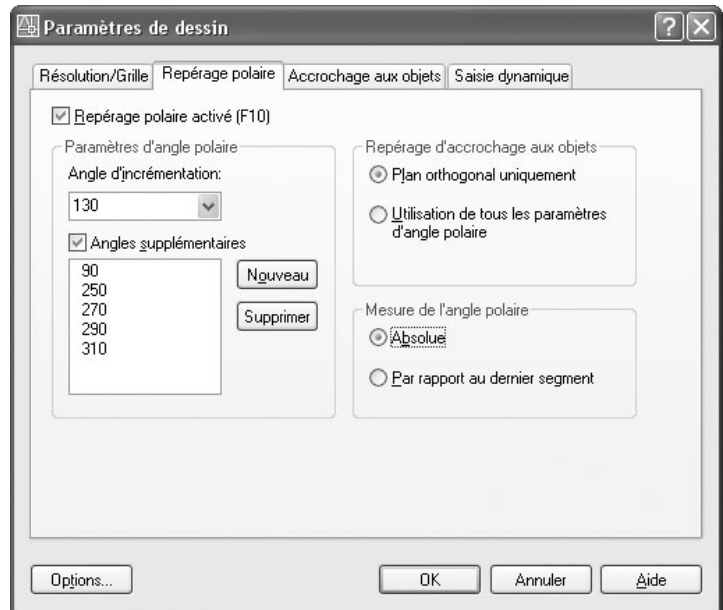

Fig.3.12
- 2] Sur l'onglet **Repérage polaire** (Polar Tracking) de la boîte de dialogue **Paramètres de dessin** (Drafting Settings), sous **Repérage d'accrochage aux objets** (Object Snap Tracking Settings), sélectionner l'une des options suivantes (fig.3.12) :